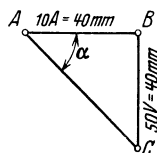

Abb. 249. Darstellung eines Widerstandes als Winkel zu Aufgabe 316.
(Abb. 249).
**317.** Wie groß ist der Widerstand  $R$ , wenn in der Abb. 249  $1 \text{ A} = a = 3 [2] \text{ mm}$ ,  $1 \text{ V} = b = 2 [1,5] \text{ mm}$  vorstellt?